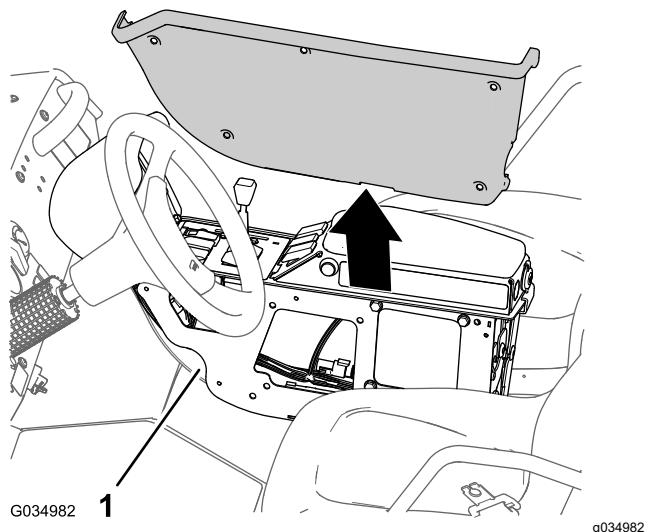

Figura 104
- Alinee la tapa que se retiró (Figura 104) con el lado izquierdo de la consola central.